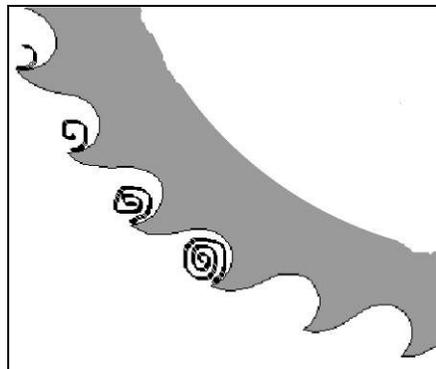

Рис.7
**Для резки сплошных заготовок необходим крупный шаг зубьев («Т»), чтобы было легче снимать большую стружку. (Рис. 7).**